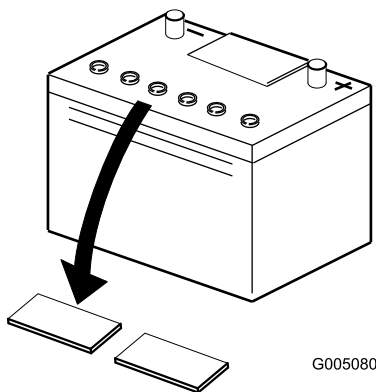

Figura 5
2. Limpe a parte superior da bateria e retire as proteções das aberturas de ventilação (Figura 5).